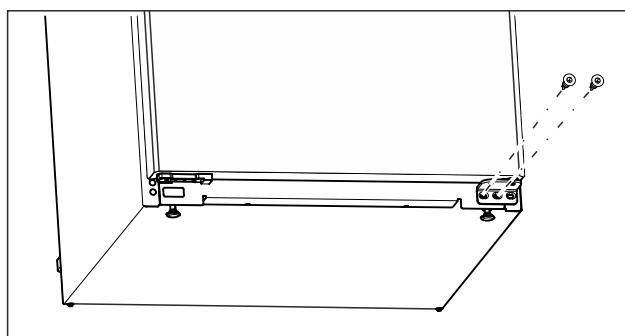

Fig. 15
- ▶ Pomocí šroubováku Torx 20 vyšroubujte prostřední šroub na spodním stojanu ložiska. (viz Fig. 15)
- ▶ Šroubovákem Torx 20 vyšroubujte vnitřní šroub na spodním stojanu ložiska. (viz Fig. 15)